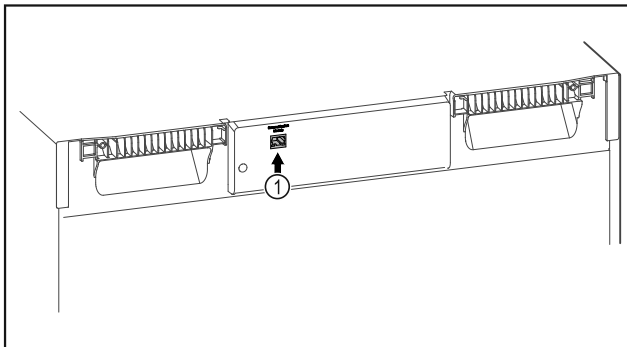

Fig. 120
- Το SmartModule Fig. 120 (1) είναι τοποθετημένο.